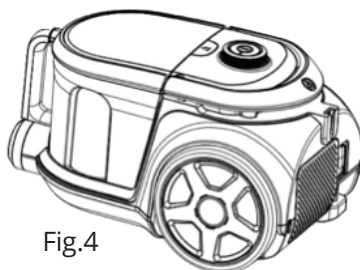

Fig.4
**Fig.4** indică modul de verificare a înfășurării cablului de alimentare.